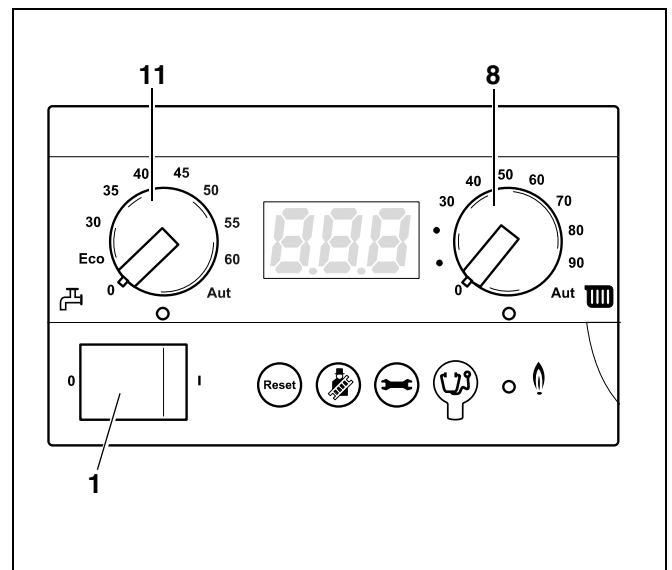

Abb. 10 Basiscontroller BC10
- Beide Drehknöpfe am Basiscontroller BC10 (Abb. 10, **Pos. 8** und **Pos. 11**) in Stellung „AUT“ stellen, damit Sie alle Einstellungen über die Bedieneinheit vornehmen können.
- Betriebsschalter (Abb. 10, **Pos. 1**) am BC10 einschalten (Position „1“).